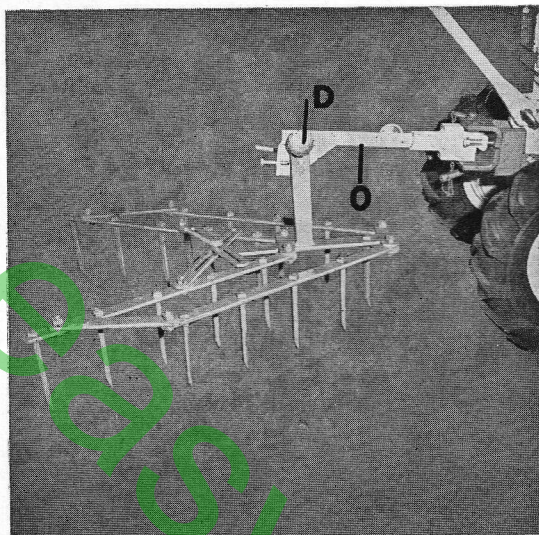

Fig. 16
- Adapter la herse et bloquer la vis D ainsi que la vis à poignée (fig. 16).